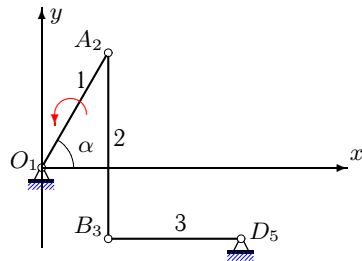

Рис. 105
2. Выделяем из механизма шарнирные четырехзвенники (рис. 105, 106). Записываем уравнения трех угловых скоростей для четырехзвенника  $OABD$  (рис. 105),
4. Записываем уравнения трех угловых ускорений для четырехзвенника  $OABD$  (рис. 105),